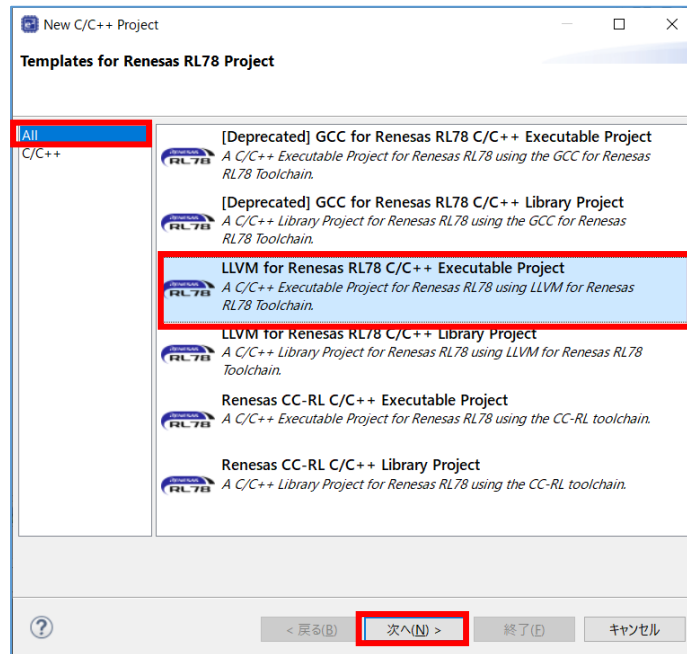

図 6-12 ツールチェーンに LLVM コンパイラを選択する場合
- LLVM コンパイラを使用する場合は、[LLVM for Renesas C/C++ Executable Project]を選択、"次へ"ボタンを押します(図 6-12)。